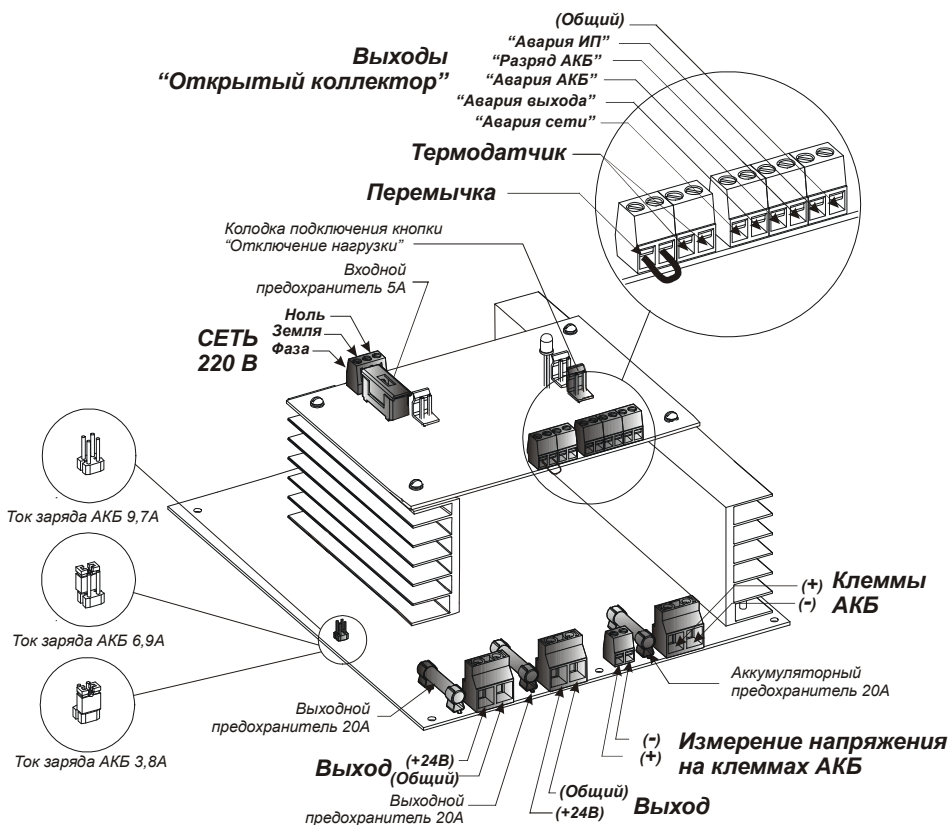

Рисунок.5
- выставить переключателями ток заряда АКБ (см. таблицу 3 и рисунок 5);